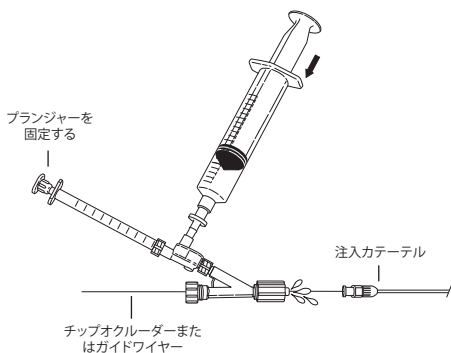

図5
7. デュアルチェックバルブとTuohy-Borstアダプターを注入カテーテルに取り付けるときは、Tuohy-Borstバルブを緩めチップオクルーダーの上にアセンブリをスライドさせます。アセンブリをカテーテルに取り付ける前に、1 mlシリンジのプランジャーが動かないように保持した状態で20 mlシリンジを押し込み、アセンブリから空気がすべて除去されたことを確認します。Tuohy-Borstアダプターのルアーロック接続部の溶液が盛り上がった状態にしてから、注入カテーテルを接続します。**(図5)**